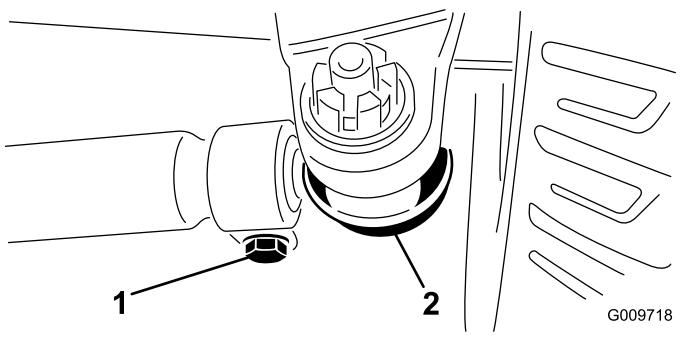

Figura 73
3. Afloje las abrazaderas en ambos extremos de las bielas (Figura 73).
2. Para ajustar, retire la chaveta y la tuerca de cualquiera de las articulaciones esféricas de la biela (Figura 73). Retire la rótula de la biela del soporte del cojinete del eje.